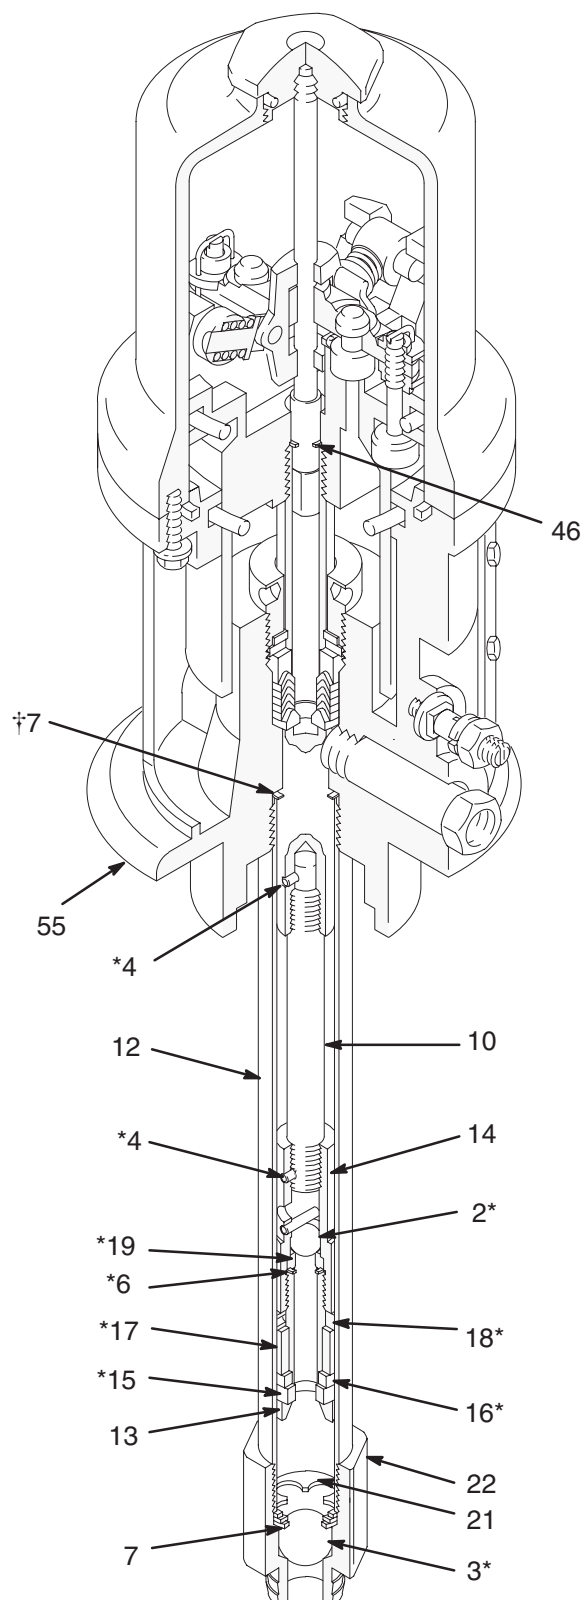

Fig. 6
4. Skru indgangsventilhuset (22) af stigerøret (12). Se Fig. 6. Skil indgangsventilen ad.
5. Rens og efterse delene for slitage eller beskadigelse, og udskift delene efter behov. Medmindre yderligere eftersyn er nødvendig, samles og monteres indgangsventilen igen, idet der påføres flydende pakningsmiddel på hængvindet. Se Fig. 6.
6. Anvend en stropnøgle på stigerøret (12) til at skru det ud af luftmotorens bundplade (55). Undersøg omhyggeligt den glatte indvendige overflade i cylinderen for brandmærker eller uregelmæssigheder i overfladen. Sådant beskadigelse medfører for tidlig nedslidning af pakninger og utætheder, hvorfor denne del skal udskiftes, hvis den er ødelagt.
7. Skru stempelhuset (13) af stempelkoblingen (14). Afmontér kuglen (2*), sædet (19*), stopbøsningen (6*), lejet (18*), pakning (17*) og tætningsringen (16). Afmontér ikke det trykpassede messingleje (15*). Se Fig. 6.